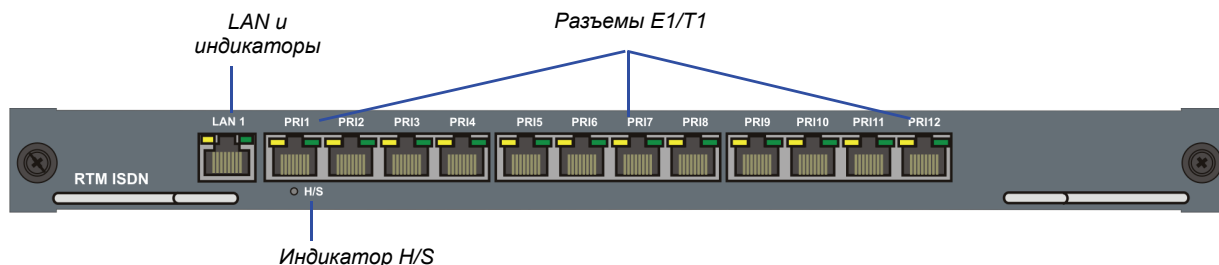

Рис. 1-3 Компоновка задней панели RTM ISDN RMX 2000
- В любой из 12 разъемов можно подключить 7 линий E1 или 9 линий T1 PRI, как показано на Рис. 1-3